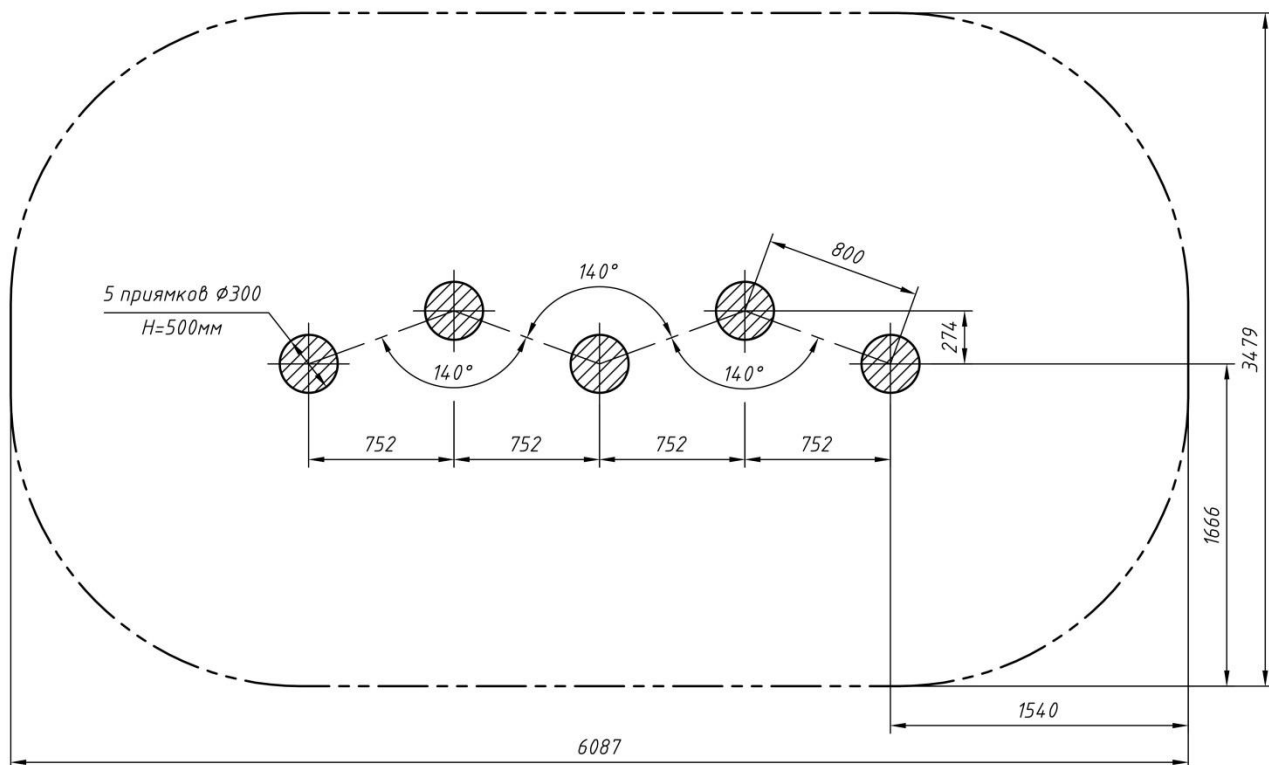

Рис.3 План фундамента Панно интерактивного РТР 040-02
12.5. Монтаж заключается в сборке составных модулей и деталей панно с последующим бетонированием металлических столбов в заранее подготовленные приямки, заглубление столбов в грунт - по базовым отметкам заглубления, выставить по нивелиру вертикальность столбов. Фундаментные приямки выполняются в соответствии с планом фундамента (рис. 3).